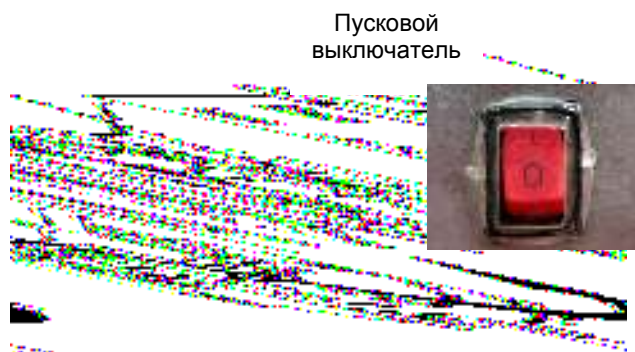

Рис. 9.
2. Для моделей с двигателем SunGarden: Перевести пусковой выключатель в положение «I»/«Включено» (см. рис.9).
1. Для моделей с двигателем SunGarden: Перевести рычаг управления воздушной заслонкой в правое положение (см. рис.10), а пусковой выключатель (см. рис.9) в положение «O»/«Выключено».